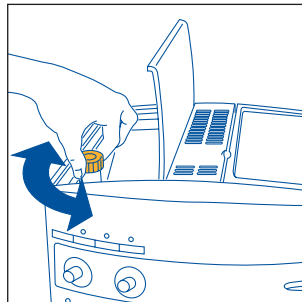
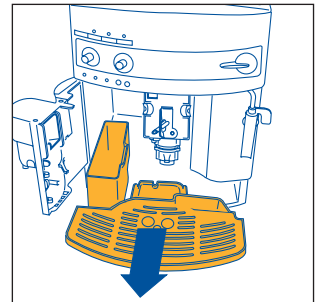

Fig. 15
Fig. 16
NOTA 7 : la machine compte le nombre de cafés qu'elle fait. Tous les 14 cafés simples (ou 7 doubles), le voyant ☑ s'allume fixe (chap. 12 point 3) pour avertir que le tiroir est plein de pastilles usées et qu'il faut le vider et le nettoyer. Tant que le tiroir n'est pas nettoyé, le voyant reste allumé et la machine ne peut pas faire de café. Pour effectuer le nettoyage, ouvrez le volet de service sur le devant en tirant la poignée (fig. 15) ; le voyant ⚠ commencera à clignoter (voir § 12 point 9) ; sortez l'égouttoir (fig. 16) videz-le et nettoyez-le. Videz et nettoyez soigneusement le tiroir à marc en éliminant tous les résidus déposés sur le fond. Essayez également les éventuelles gouttes de condensation déposées à l'intérieur de la machine sous l'égouttoir. **IMPORTANT: quand vous sortez l'égouttoir, VIDEZ TOUJOURS le tiroir à marc, même s'il n'est pas plein. Sans cela, il se peut qu'après, en faisant les cafés, le tiroir se remplisse plus que prévu et que la machine s'engorge de pastilles usées.**
- ouvrez le volet de service (fig. 15) ;
- retirez l'égouttoir et le tiroir à marc (fig. 16) et lavez-les ;